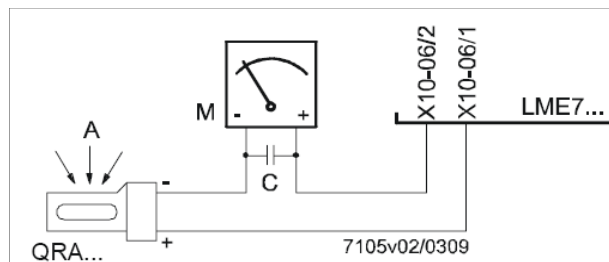

Рис. 6 - Контроль пламени с помощью фотозлемента QRA.
- 2 Отвинтите винты 1 ÷ 4 шестигранным ключом № 3 и снимите крышку фильтра 5 на Рис. 6.